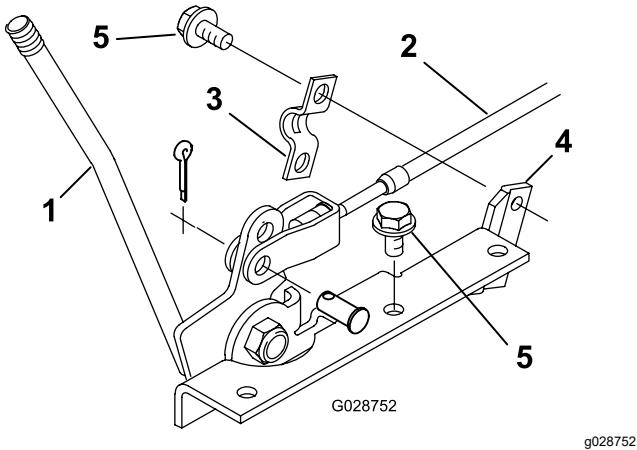

Figura 13
3. Collegate il perno del cavo della presa di forza al foro inferiore nella leva della presa di forza con un perno con testa e una coppiglia (Figura 13).
4. Fissate il cavo della presa di forza al supporto della leva della presa di forza con un serratubo e 2 viti autofilettanti (Figura 13).